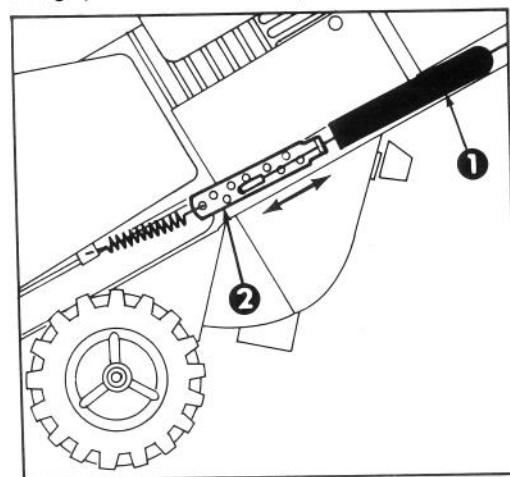

Figure 10
3. REGLAGE DU CÂBLE (Fig. 10) — Débranchez l'extrémité supérieure de câble de l'orifice situé dans le support de la barre de commande. Faites glisser le cache-ressort vers le haut du câble pour dégager le dispositif de réglage du câble. Débranchez l'extrémité du câble du dispositif de réglage du câble et replacez-la dans un orifice plus ou moins élevé sur le dispositif de réglage, selon le cas, pour atteindre un écartement adéquat de 1/16-1/8" (1,59 mm - 3,18